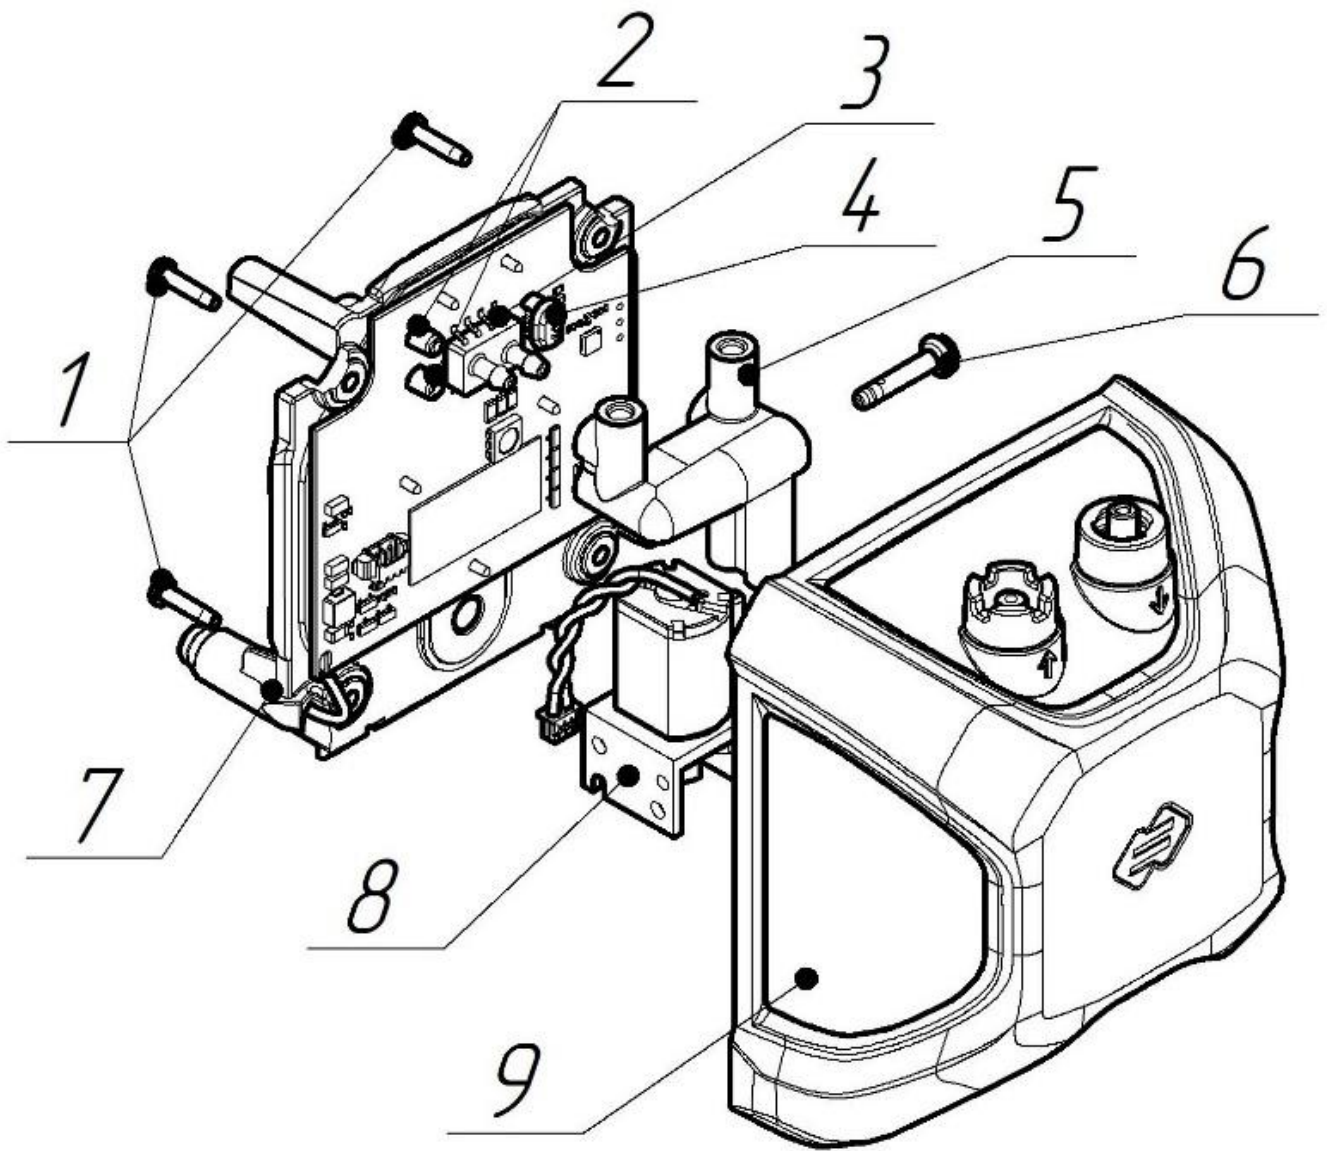

Рисунок 19 – Внешний вид насосного модуля в разобранном состоянии при очистке тракта от воды
- 8) затем аккуратно извлечь газовод (позиция 5) из насоса (позиция 8) (рисунок 19);
- 9) извлечь газовод (позиция 6) из штуцеров (позиция 2), датчика давления (позиция 3), корпуса датчика воды (позиция 4) (рисунок 19);
- 10) осушить насос (позиция 8) при наличии воды (рисунок 19), при обнаружении неисправности насоса заменить его;
- 11) извлечь жиклер (позиция 6) из газовода (позиция 5) (рисунок 19);
12) после извлечения произвести очистку газовада (позиция 5) и жиклера (позиция 6) сухой хлопчатобумажной тканью или бумажной салфеткой с непрерывной сменой контактирующей поверхности ткани/бумаги, во избежание образования царапин на поверхности. При необходимости, возможно применение сжатого воздуха давлением до 0,15 МПа (рисунок 19);
13) дождаться полного высыхания поверхностей внутри и снаружи газовада (позиция 5) и жиклера (позиция 6) (рисунок 19);
14) произвести сборку в обратной последовательности, проследив чтобы газовад (позиция 5) и все сопрягающиеся с ним элементы были плотно и герметично состыкованы между собой (рисунок 19);